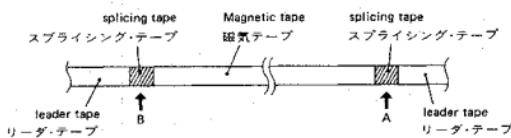

Fig. 4-10 Photo sensor adjustment (2)
2. Playing in REV direction, magnetic tape portion of test tape consists of elements in Fig.4-10(MTT-5511 tape, etc.) adjust R57 so that a voltage of 3.0 V is obtained at TP.5(+), TP.6(-).
5. Set AUTO REVERSE switch in CCD position, then play tape in FWD mode from point A in Fig.4-10. Check that tape motion changes in REV play mode at point B, then changes is FWD play mode at point A.
2. Fig.4-10に示す構成のテスト・テープ (MTT-5511 等) の磁気テープ部分を REV プレイで走行させたとき, TP.5(+), TP.6(-)の電圧が 3.0 V になるよう R57 を調整する。
5. AUTO REVERSE スイッチを CCD 位置にセットし, テープを Fig.4-10 の A 点より FWD プレイさせる。テープが B 点の位置で REV プレイに反転し, その後 A 点の位置から再び FWD プレイ動作することを確認する。